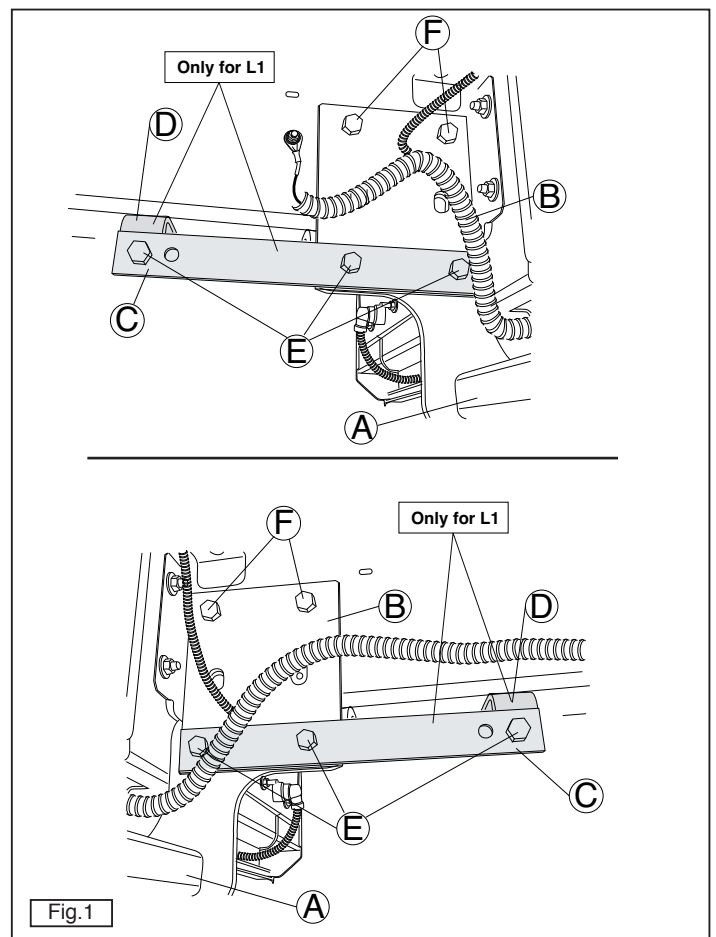

Fig.1
2. Поставить боковую панель (B) / (C) в точках E и F. См. рисунок 1.
3. Поставить кронштейны D и закрепить их. См. рисунок 1.
2. Umieścić płytę boczną (B) / (C) w punktach E i F. Patrz rysunek 1.
3. Umieścić wsporniki D i przymocować je. Patrz rysunek 1.